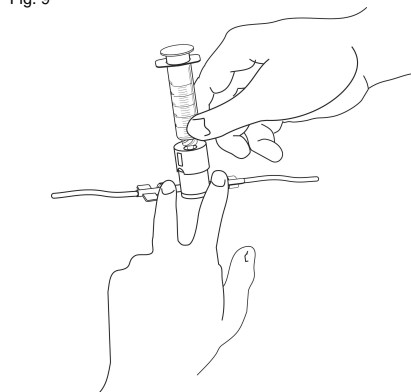

Fig. 10
- a. 採血用シリンジをセーフニードルにしっかり締め付けます（図 10 参照）。